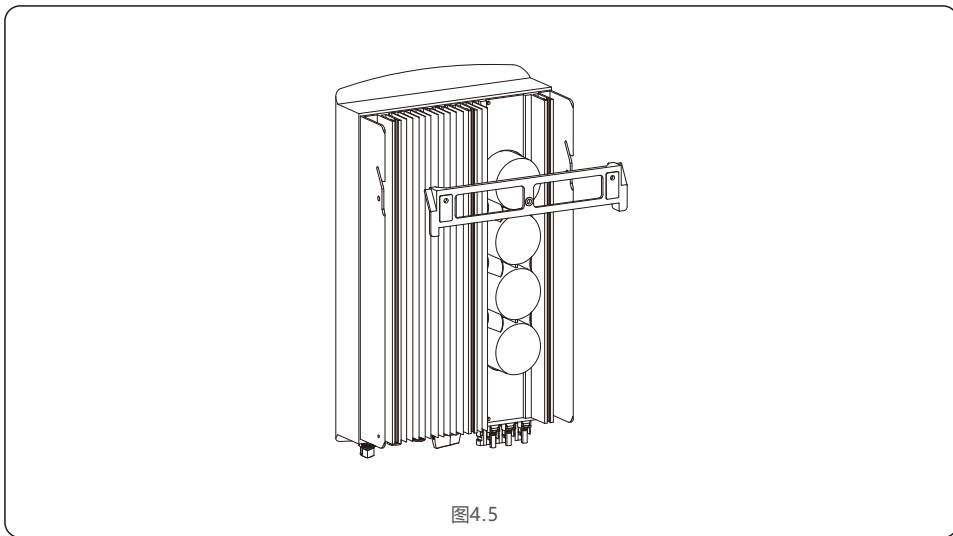

图4.5
参考图 4.4 以及图 4.5 来安装逆变器。逆变器必须垂直安装。安装步骤如下：
2. 确保支架是水平的，安装孔（如图4.4和图4.5）是正确标记的。通过标记处钻入墙。
4. 将逆变器抬起，使得逆变器背部安装支架中的开孔，对准背挂板上部的凸起，然后缓慢将逆变器固定到安装板上，直到逆变器牢固安装后，操作人员才可松开设备（如图4.5）。